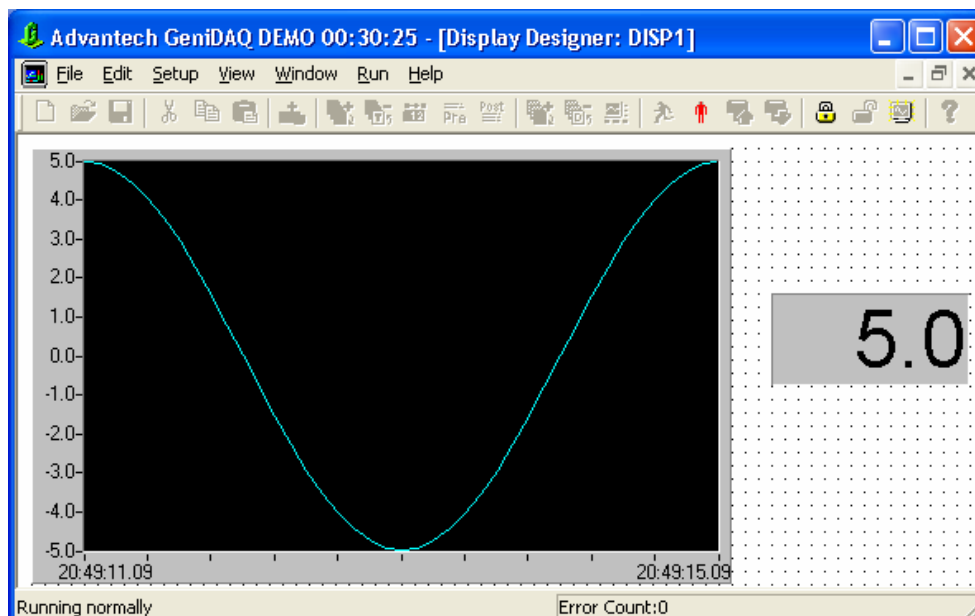

Рис. 4.17. Демонстрация работы проекта
5. *Пятое действие* — сохраните созданный проект (стратегию). Для этого выполните команду **File | Save As**, в появившемся окне диалога укажите необходимую информацию (рис. 4.17) и нажмите кнопку **Сохранить**.
6. *Шестое действие* — запуск и останов проекта. После сохранения созданного проекта имеется возможность немедленного запуска созданного проекта с помощью кнопки **Start** на панели инструментов (рис. 4.17). Остановить работу проекта можно с помощью кнопки **Stop** на панели инструментов.